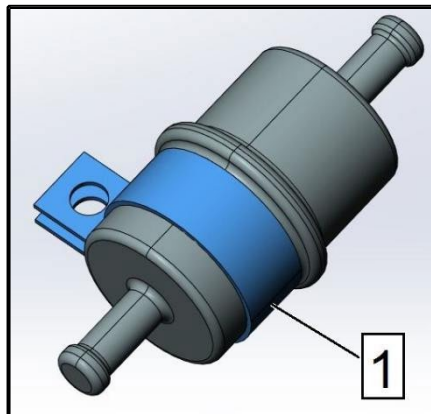

Fig. 20
13. Rimuovere la staffa (pos. 1, Fig. 20) sul filtro del carburante.